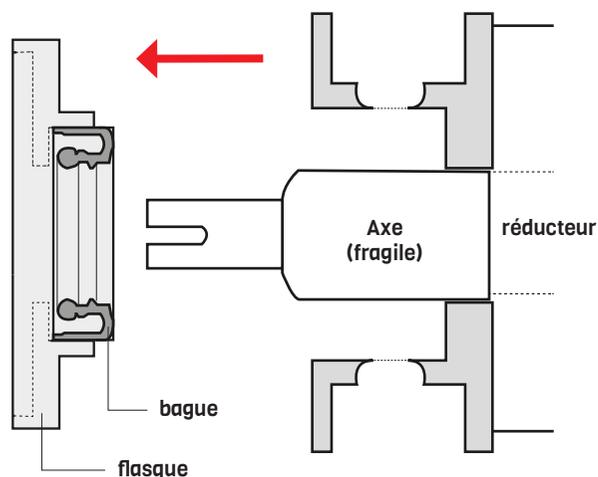

Fig 5.
3. Faites glisser le flasque de pompe vers l'extérieur afin de le séparer du corps de réducteur (fig 5).